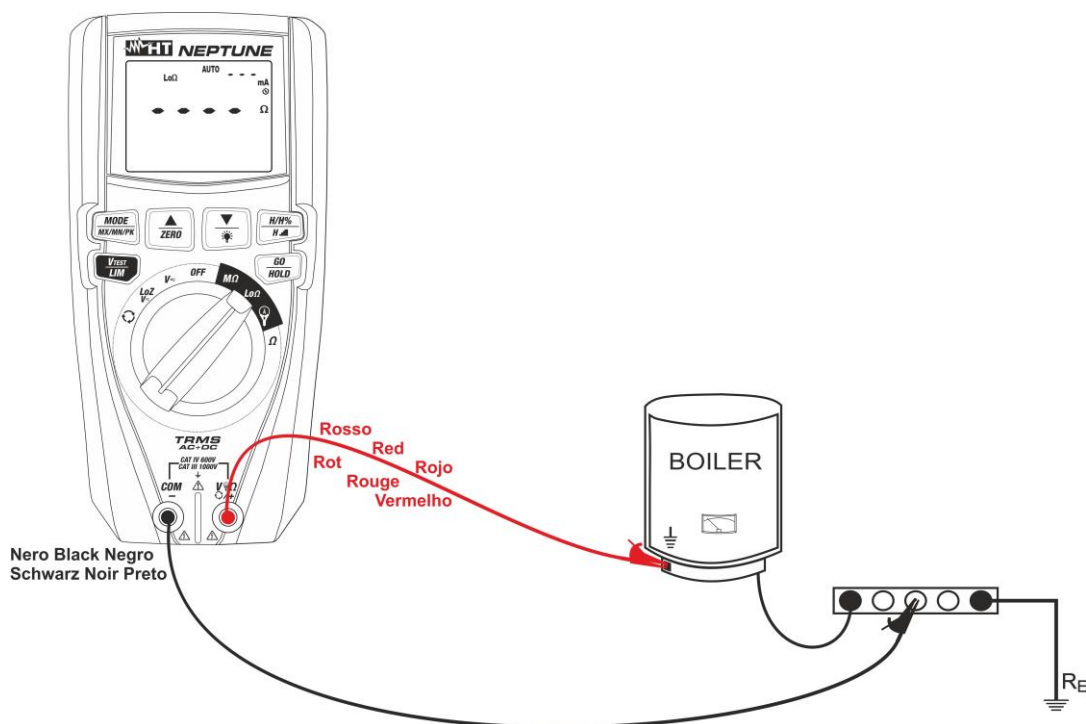

Abb. 25: Verwendung des Geräts zur Durchgangsprüfung im Betriebsmodus AUTO
7. Verbinden Sie die rote Messleitung mit der Eingangsbuchse **V Ω ⊗/+** und die schwarze Messleitung mit der Eingangsbuchse **COM/-** und verbinden Sie das Gerät mit dem zu prüfenden System (siehe Abb. 25).